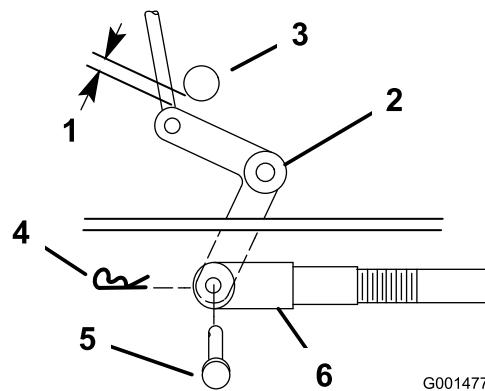
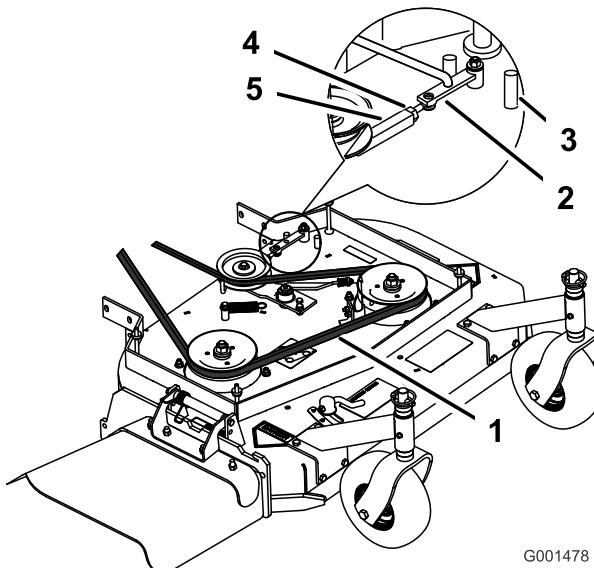
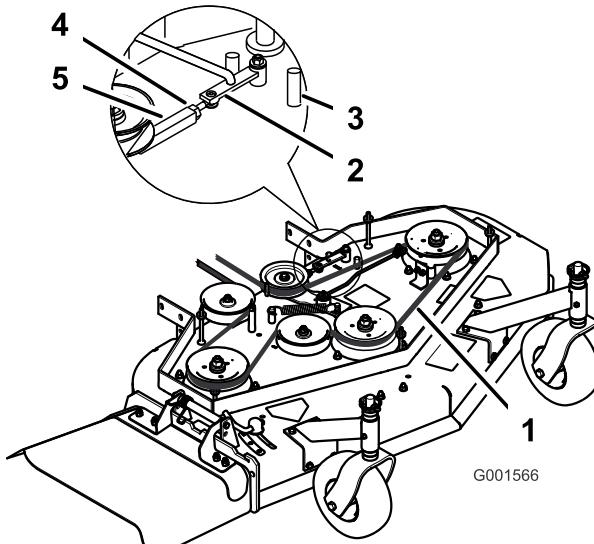

Figura 41
Figura 42
Figura 43
9. Compruebe la distancia entre la palanca acodada y el eje de salida de la transmisión (Figura 41).
11. Gire la horquilla en el sentido de las agujas del reloj para aumentar la distancia; gírela en el sentido contrario para reducirla (Figura 41).
Nota: Si el brazo no entra en contacto con el tope delantero de la plataforma del cortacésped (Figura 42 o Figura 43), ajuste la horquilla para acercar la palanca acodada al eje de salida de la transmisión (Figura 41).